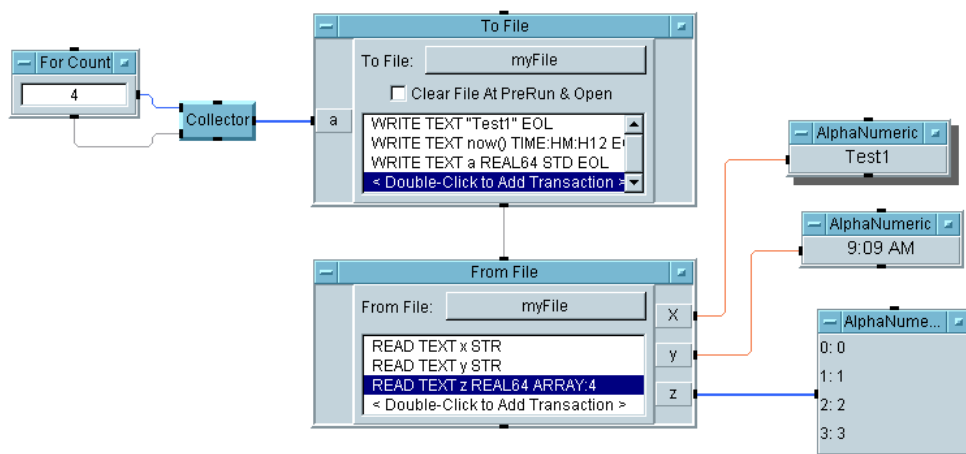

図 5-8. From File オブジェクトを使ったデータの読取り
8. プログラムを実行します。図 5-8 のように表示されます。